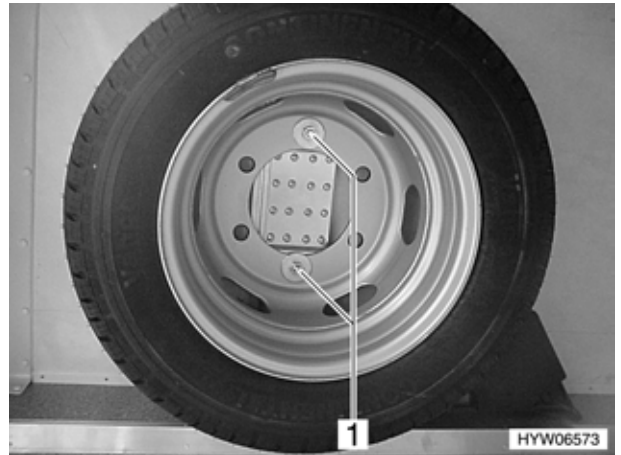

Bild 157 Ersatzrad im Heckstauraum
- Beide Schrauben (Bild 157,1) mit einem Radmutterschlüssel lösen.